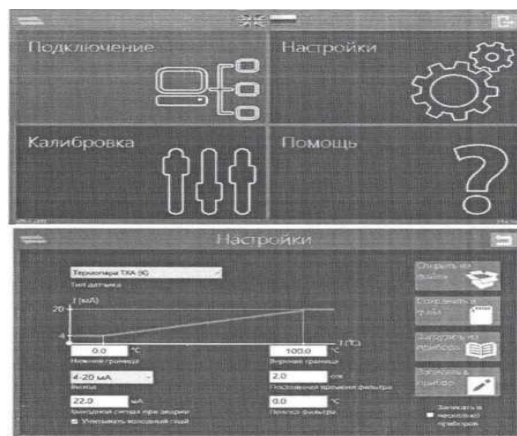

Рис. 4. Окна конфигуратора НПТ
Конфигурирование преобразователя температуры ОВЕН НПТ-1 осуществляется в следующей последовательности: для запуска программы необходимо на рабочем столе *Windows* дважды щелкнуть курсором мыши по соответствующему ярлыку (Конфигуратор НПТ). При корректном подключении преобразователя к ПК появится сообщение о подключенном СОАТ-порте (по умолчанию СОЛ/6), после чего появится стартовый экран конфигуратора (рис. 4);
В появившемся окне настроек параметров (рис. 4б) можно сделать следующее:
- задать границы преобразования температуры в токовый сигнал (см. окна «Нижняя граница» и «Верхняя граница»), В примере, представленном на рис. 4б, значению температуры 0°C будет соответствовать ток 4 мА, а значению температуры 100°C - ток 20 мА;